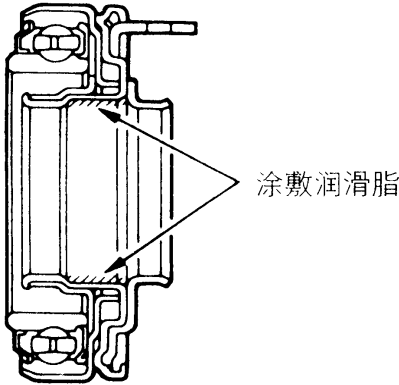

图 3-16 向离合器分离轴承的槽内涂润滑脂
(3) 安装离合器分离轴承时,如图 3-16 所示,向离合器分离轴承的槽注入所规定的润滑脂。所规定的润滑脂为三菱牌润滑脂产品号 0101011 或相当的品种。